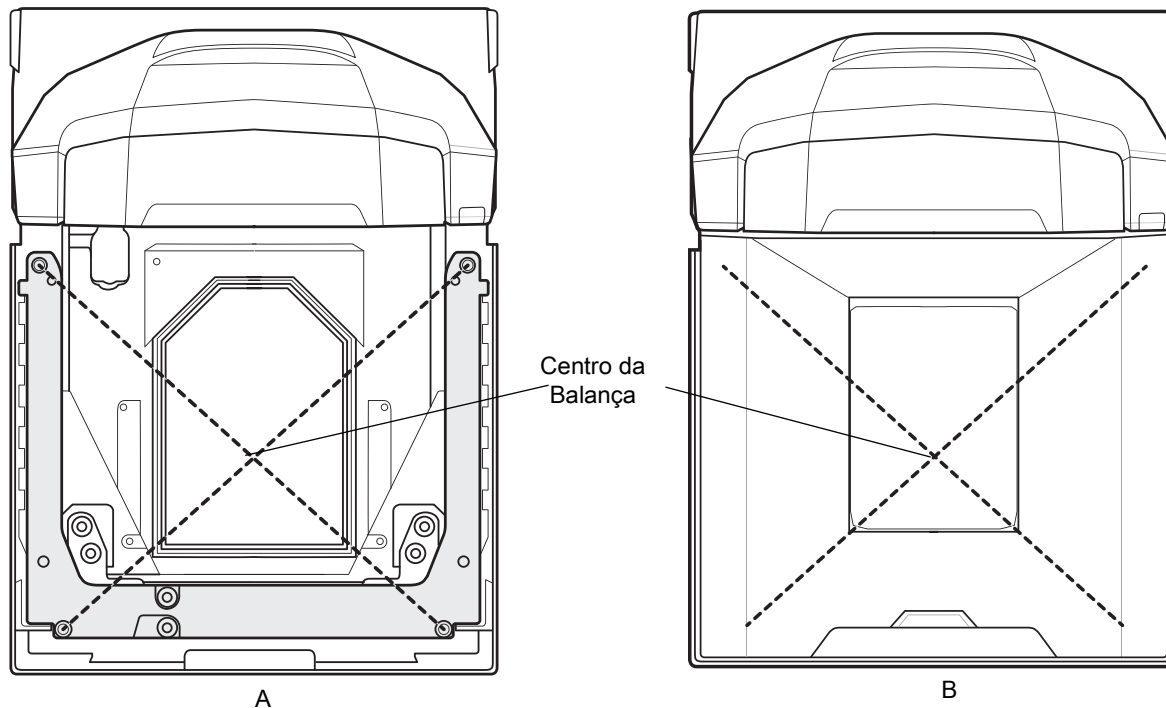

Figura 4-2 (A) Centro da localização da Balança e (B) Centro da localização da Balança com prato instalado
1. Dependendo das unidades de medição programadas, coloque 25 lb ou 11 kg na balança. O ideal é que os pesos sejam agrupados no centro da balança (*Figura 4-2*).